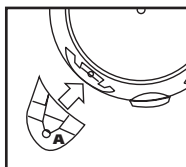

FIGURA 8
7. Con el drenaje del depósito mirando hacia usted, tome la base de la rueda marcada con la letra **A** y colóquela en la ranura en el lado izquierdo del depósito, también marcado con la letra **A**. **FIGURA 8.**